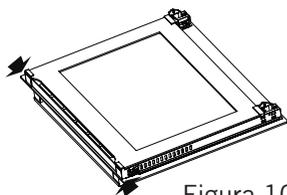
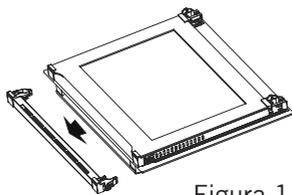
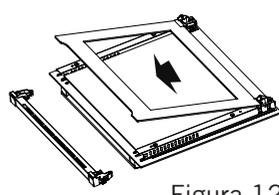

Figura 10
Figura 11
Figura 12
1. Premir os fechos de plástico nos lados esquerdo e direito conforme mostrado na Figura 10 e levante o perfil puxando o mesmo em direção a si conforme mostrado na Figura 11. O vidro ficará solto depois de o perfil ser removido conforme mostrado na Figura 12. Puxar cuidadosamente o vidro que fica solto em direção a si. Se necessário, o vidro intermédio pode igualmente ser removido da mesma forma. O vidro exterior é fixado ao perfil da porta do forno. Pode facilmente limpar os vidros depois de os mesmo terem sido separados. Depois de limpos e de depois de feita a manutenção, pode substituir os vidros e o perfil realizando o procedimento de remoção na ordem inversa. Assegurar que o vidro é colocado na direção correta e que o perfil está corretamente assente.